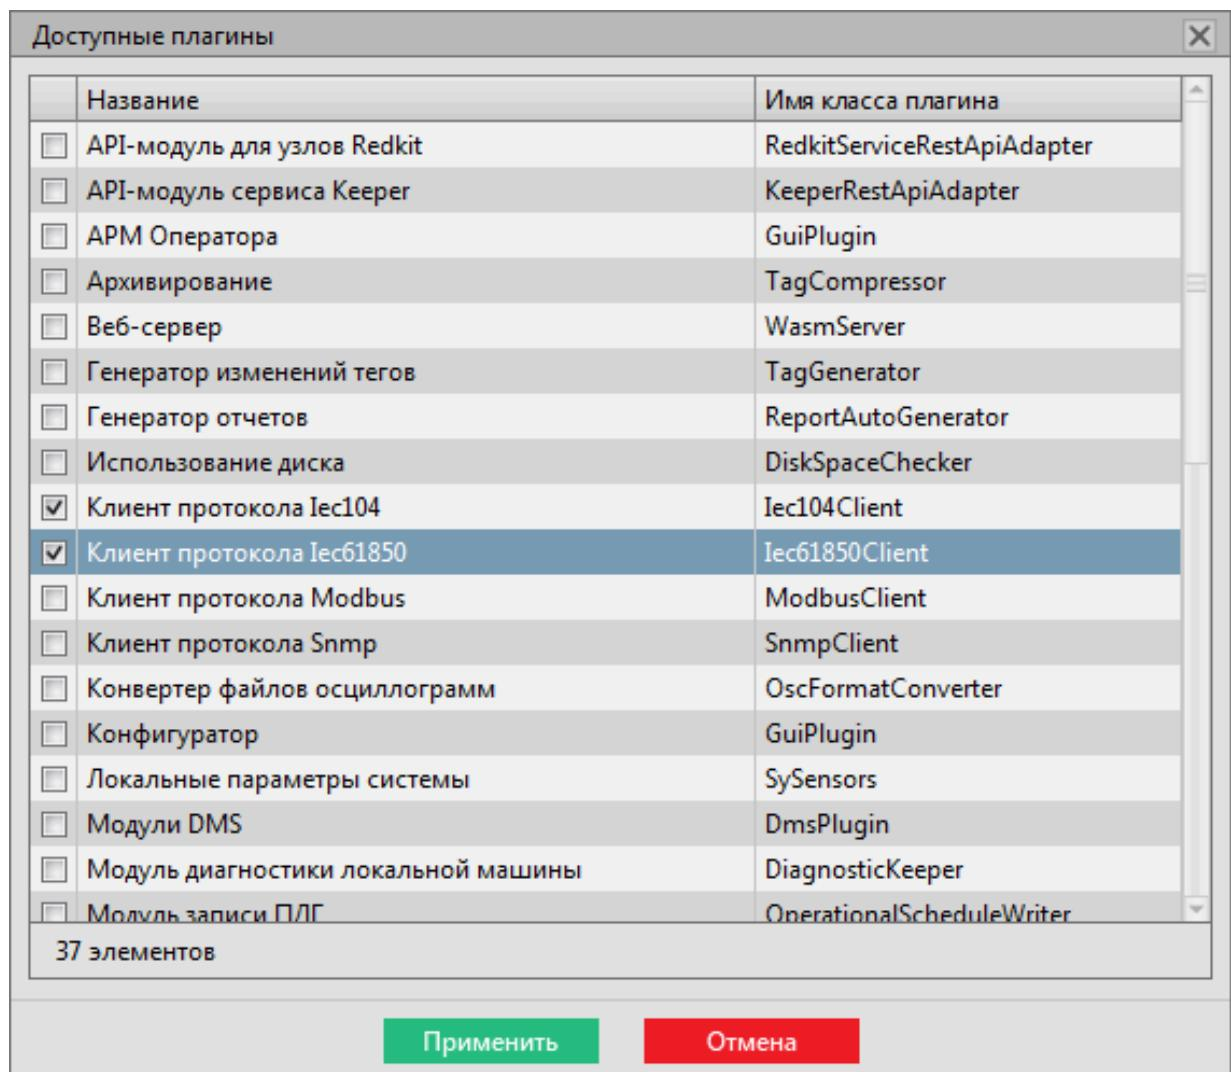

Рисунок 106 - Добавление модулей
2. Выберите один или несколько модулей (Рисунок 106).
3. Нажмите **Применить** (Рисунок 106).